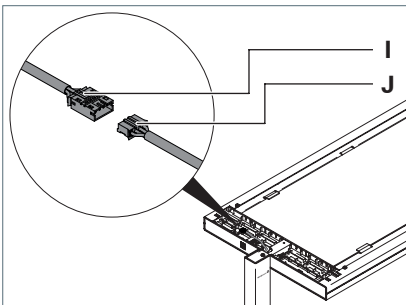

Fig. 4: Leuchtenkopf anschließen, Teil 1.
- Verbinden Sie die Buchsenleiste **J** mit der Stiftleiste **I** im Leuchtenkopf, siehe Fig. 4.